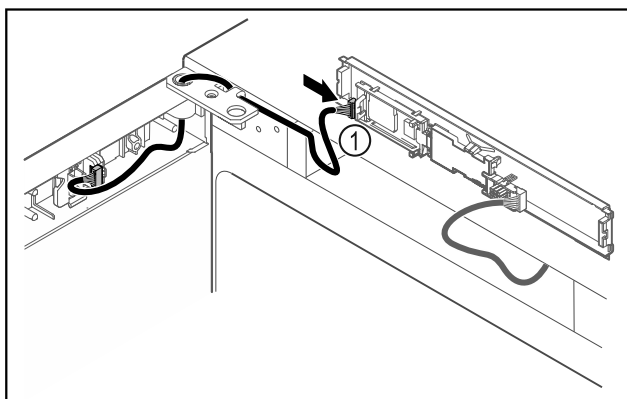

Fig. 47
- ▶ Sätt in kontakten Fig. 47 (1) på kretskortet.